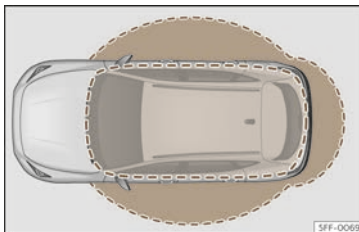

Abb. 76 Keyless-Access: Näherungsbereiche.
- Das Fahrzeug wird entriegelt, wenn der Fahrzeugschlüssel in der Nähe erkannt wird >>> (Abb. 76). Alle Blinker des Fahrzeugs blinken zweimal.